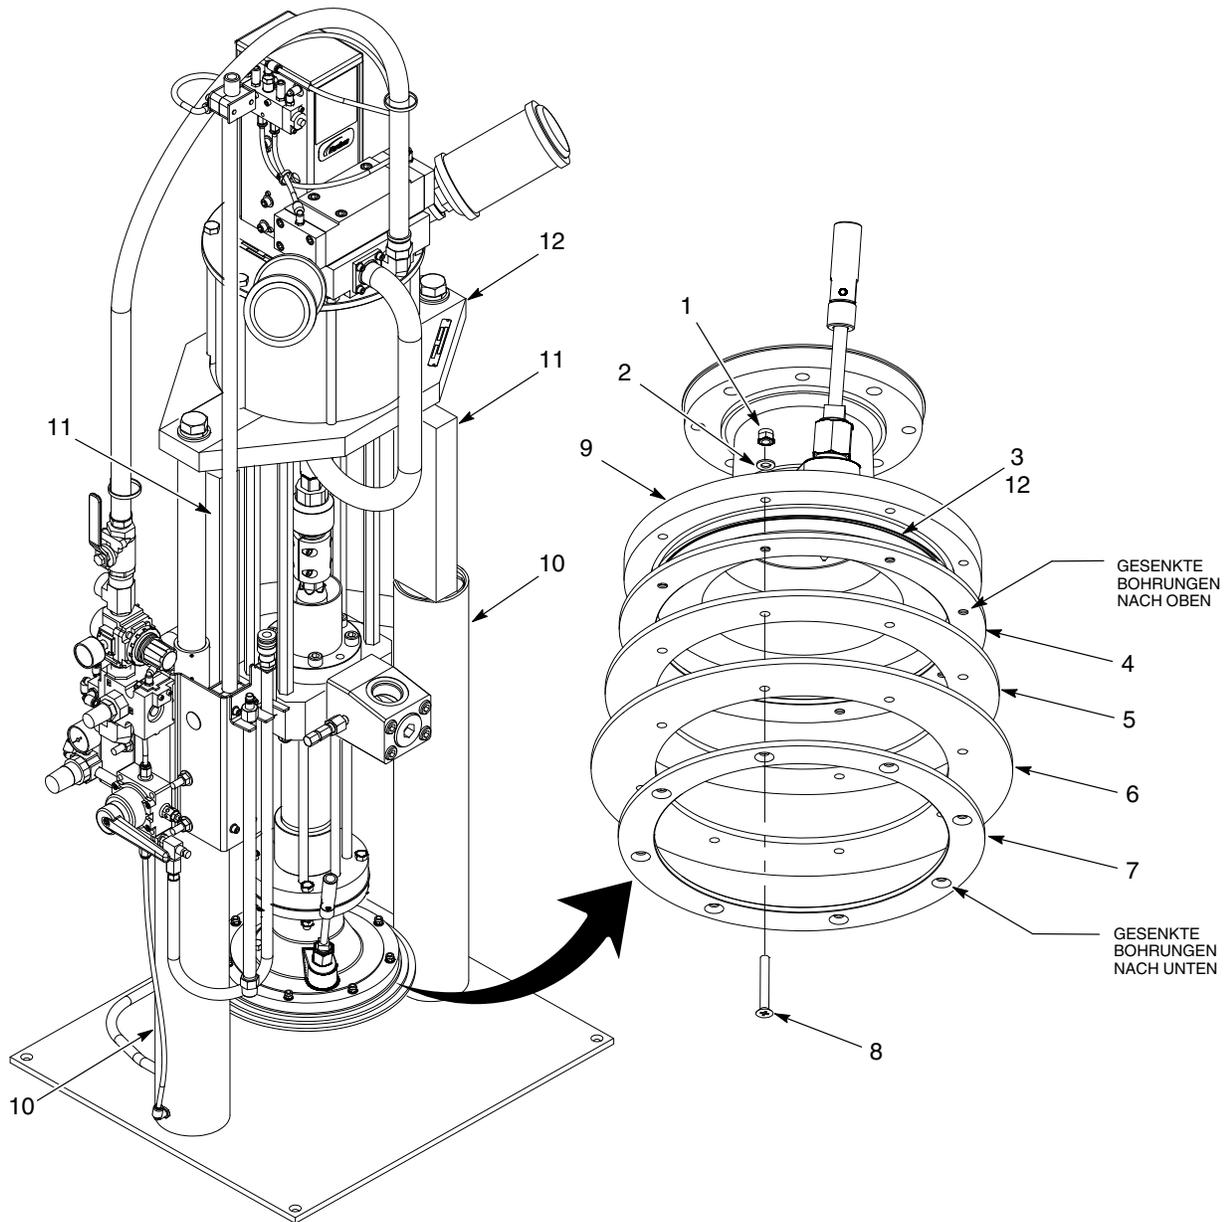

Abb. 3 Typisches Vorgehen beim Ersetzen der Abstreifdichtung
2. Siehe Abb. 3. Trägerblöcke (11) zwischen der unteren Luftmotorkappe (12) und der Oberseite beider Luftzylinder (10) einsetzen.
3. Die Schrauben (8), Unterlegscheiben (2) und Sicherungsmuttern (1) vom Stempelmodul (9) abnehmen. Teile vom Stempelmodul abnehmen:
- Hilfsring (5)
- Abstreifdichtung (6)
- O-Ring (3)